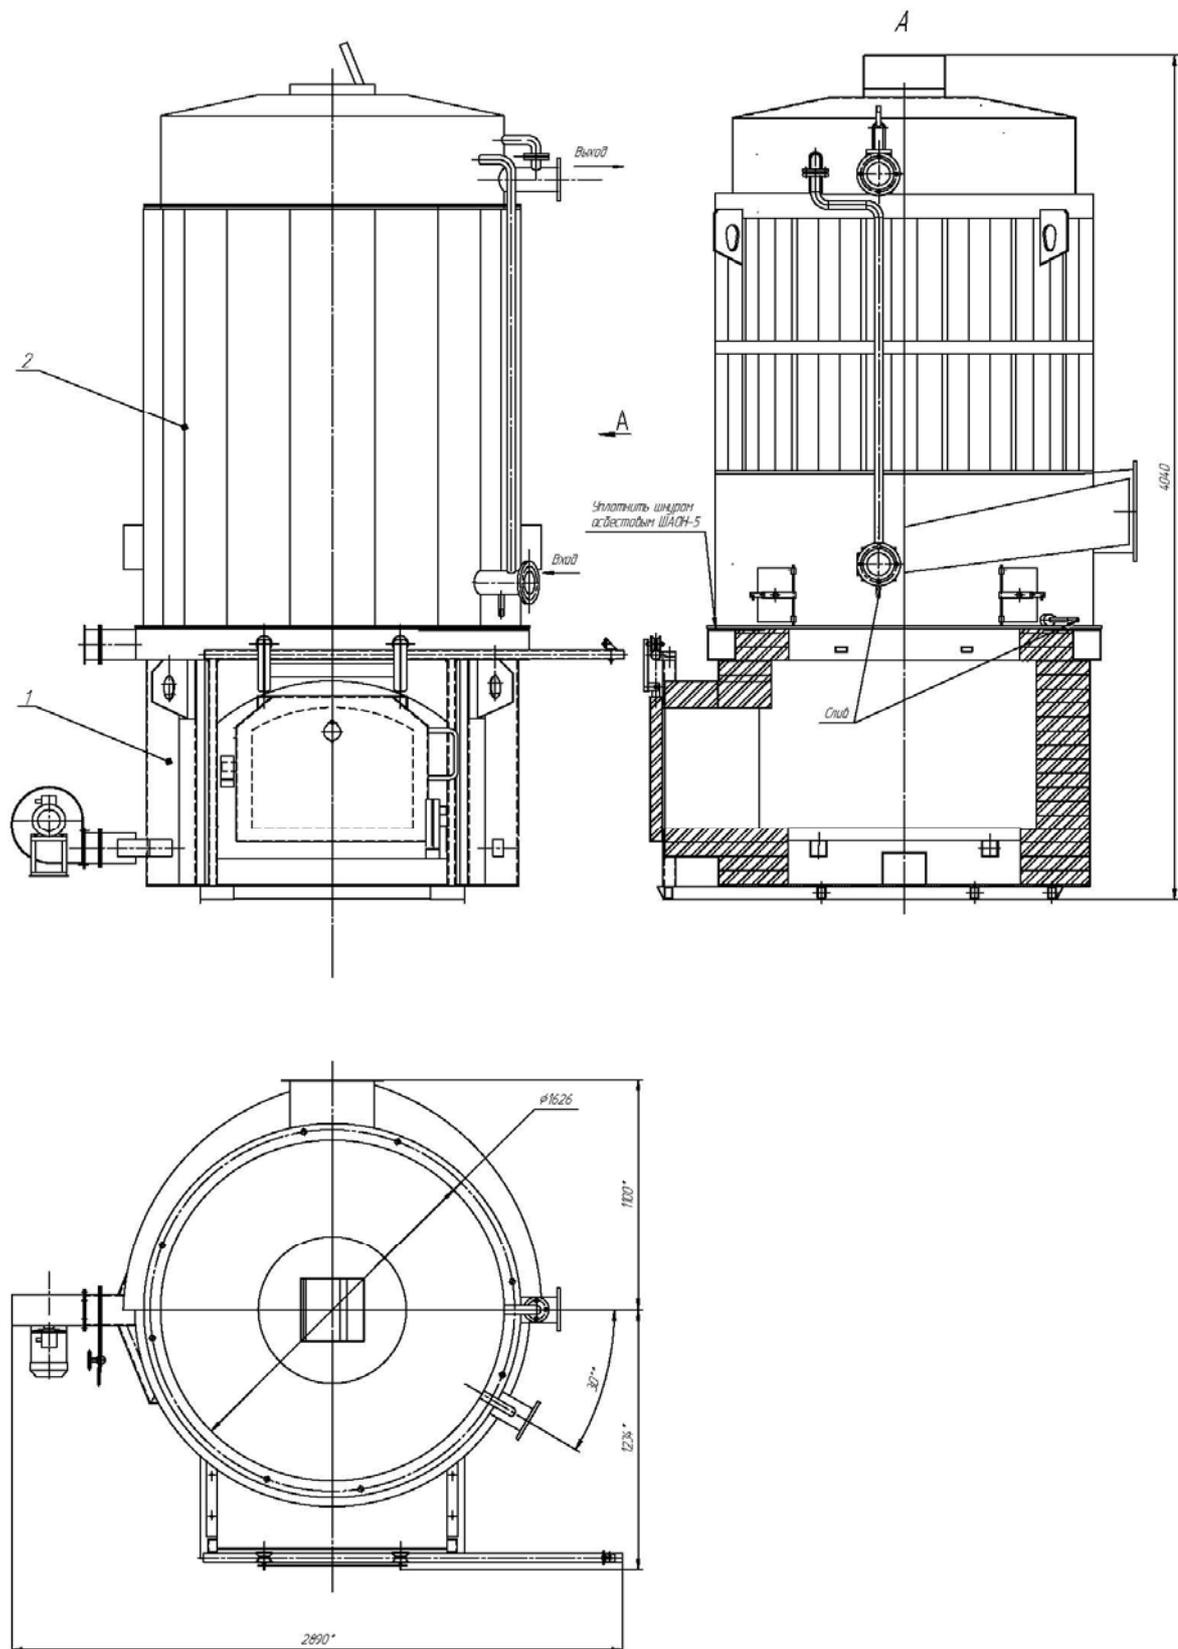

Рис. 4.3.1
4.3.1 Монтаж изделия необходимо выполнять, руководствуясь технической документацией, приведенной в техническом решении на данное изделие, в следующей последовательности (см. рис. 4.3.1):
- установить на топку топочную камеру (теплообменник) 2, проложив между установочными фланцами шнур асбестовый ШАОН-5(9) смоченный водой.